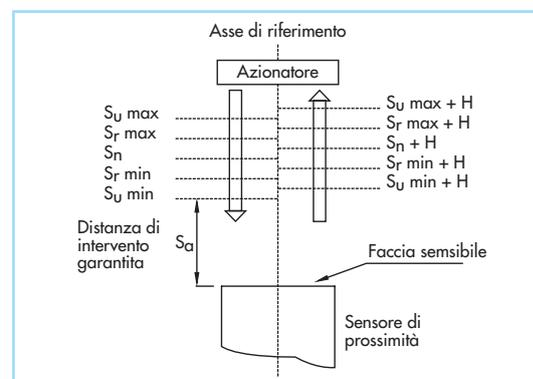

Fig. 1
La distanza di intervento nominale è un valore convenzionale usato per definire la distanza di intervento. Esso non tiene in considerazione né tolleranze di produzione né le variazioni dovute a cause esterne come tensione e temperatura. In fig. 1 si può osservare la relazione che intercorre tra le distanze di intervento (S_n , S_r , S_a) e l'isteresi (H).